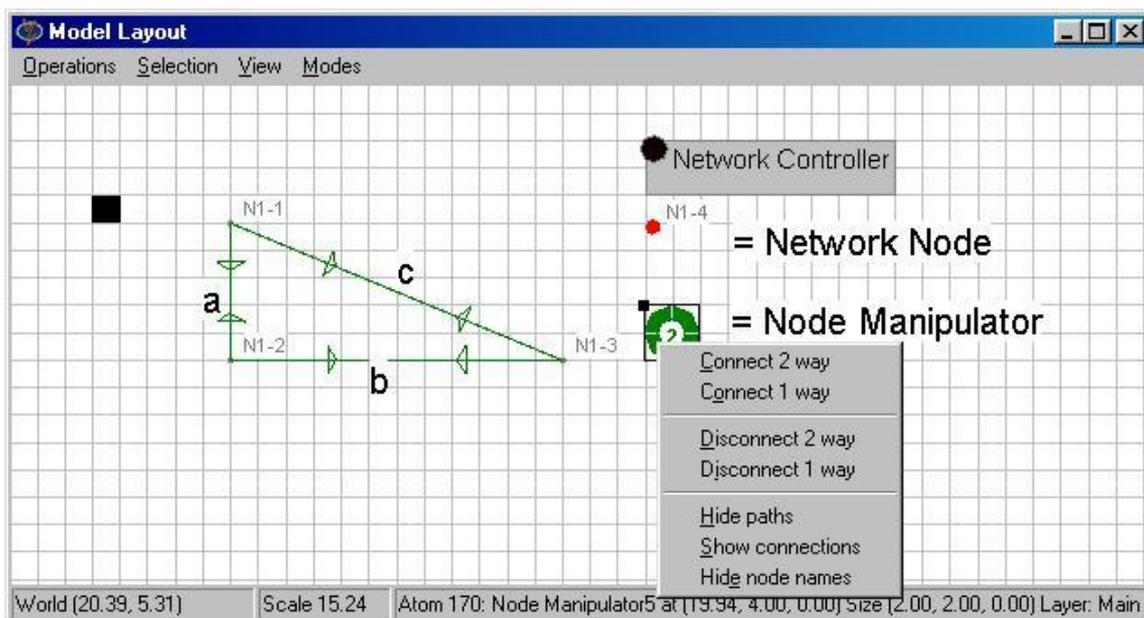

图 9-3 坐标系，距离及几个网络原子
图9-3中，除了一些其它原子，我们可以看到网格——在原子后面总是可见，我们随后将会处理。网格的作用相当于坐标系，每个方格大小为1*1m。左上角的黑色方格相当于坐标（0，0），这就是说Enterprise Dynamics把东北角作为一个原子的位置的参考点。通过在Enterprise Dynamics中移动光标来感受一下这个坐标系统！
在图9-3中，我们看到在一个三角形中有三个点，N1-1，N1-2 和N1-3。查证N1-2点的坐标为（5，6）。
- a. 将一系列**Network Nodes（网络节点）**及一个**Node Manipulator（节点操控器）**拖入模型分布中。这两个原子都能在Transport目录下找到，并在图9-3中显示。
用粗体显示的名称是新出现的原子，都能在Transport目录下找到。Network Node（网络节点）就不需要再解释了。图9-3显示了Node Manipulator（节点操控器）的所有选项。若要删除连接，可重复步骤2；但是通过Disconnect（断开连接）选项。